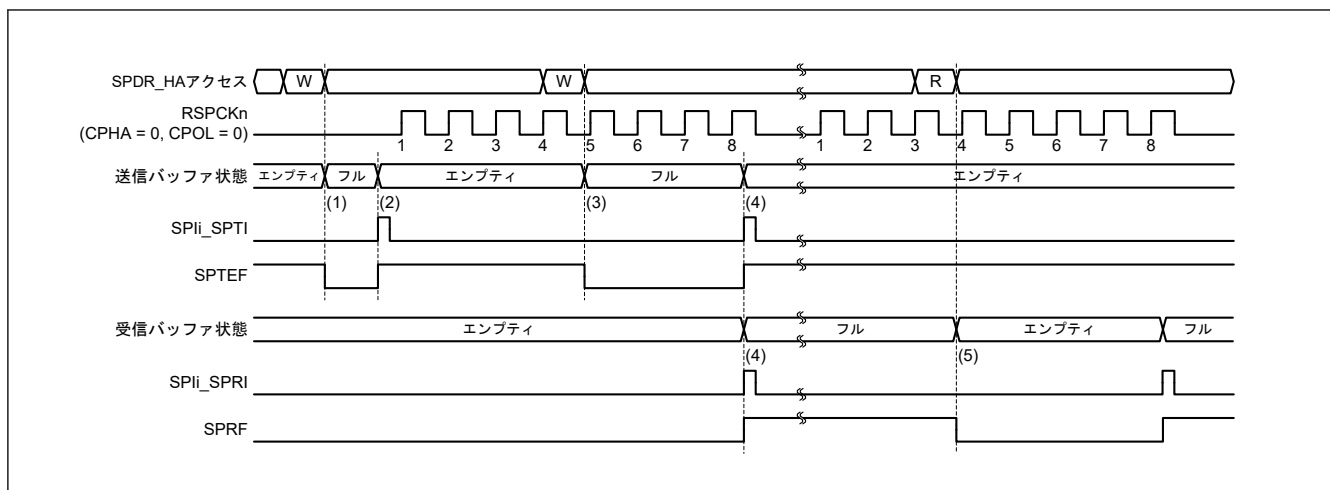
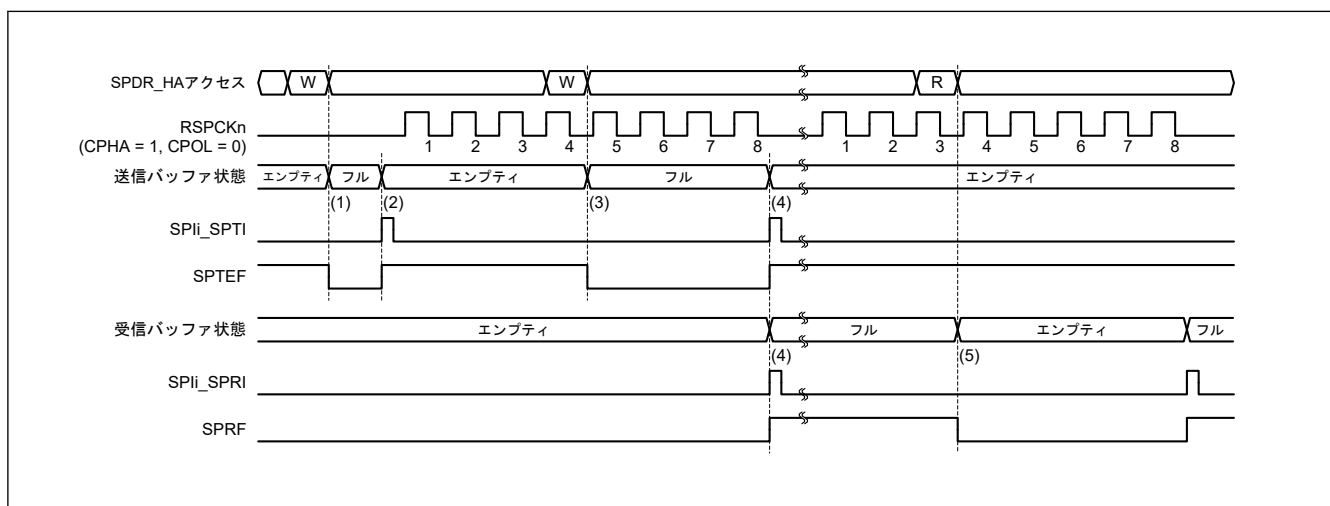

図 30.29 SPIi\_SPTI および SPIi\_SPRI 割り込みの動作例 (CPHA = 0 かつ CPOL = 0、マスタモード)
図 30.30 SPIi\_SPTI および SPIi\_SPRI 割り込みの動作例 (CPHA = 1 かつ CPOL = 0、マスタモード)
図 30.29 および図 30.30 に、送信バッファエンプティ割り込み (SPII\_SPTI) と受信バッファフル割り込み (SPII\_SPRI) の動作例を示します。これらの図に示された SPDR\_HA レジスタアクセスは、レジスタへのアクセス条件を示しています。W は書き込みサイクル、R は読み出しサイクルを示しています。図 30.29 では、SPCR.TXMD ビットが 0、SPDCR.SPFC[1:0] ビットが 00b、SPCMDm.CPHA ビットが 0、SPCMDm.CPOL ビットが 0 の設定で、SPI が 8 ビットのシリアル転送を実行しています。図 30.30 では、SPCR.TXMD ビットが 0、SPDCR.SPFC[1:0] ビットが 00b、SPCMDm.CPHA ビットが 1、SPCMDm.CPOL ビットが 0 の設定で、SPI が 8 ビットのシリアル転送を実行しています。RSPCKn 波形の下に記載した数字は RSPCK サイクル数 (= 転送ビット数) を示しています。
以下に、図 30.29 および 図 30.30 の (1)~(5) に示したタイミングでの SPI の動作を説明します。